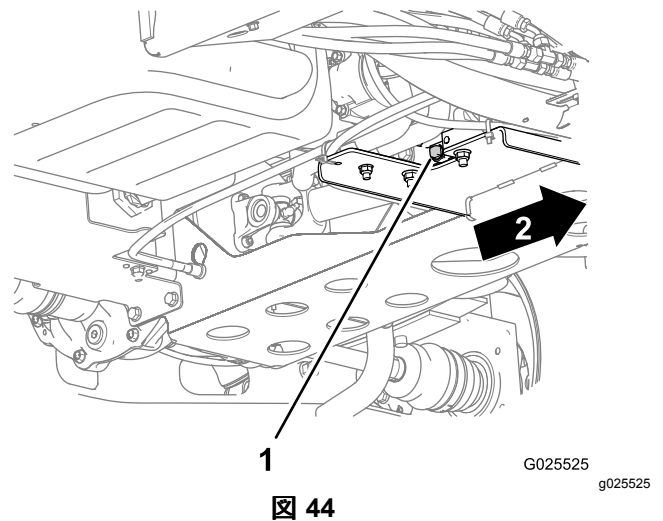

図 44
2. ドレンプラグの下にオイルを受ける十分に大きな容器をおく 図 44。
3. ドレンプラグを外してオイルを容器に受ける( 図 44)。